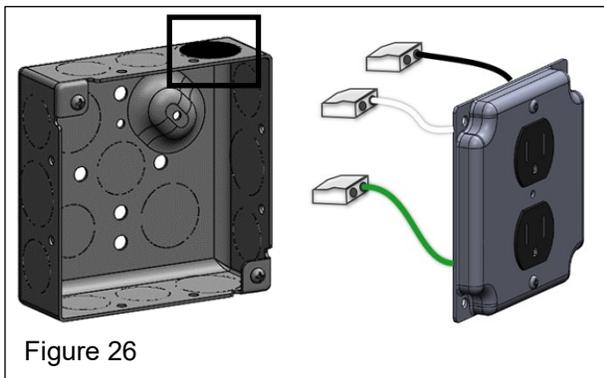

Figure 26
5. Dénuder les fils 1/2 po vert, blanc et noir fournis sur site. S'assurer que les conducteurs sont entièrement dénudés (figure 26).